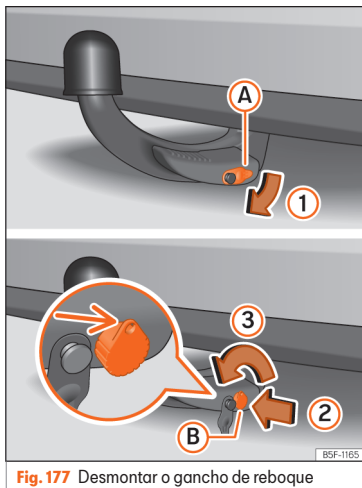

Fig. 177 Desmontar o gancho de reboque
- Retire a tampa (A) da fechadura (1) »» Fig. 177.
- Introduza a chave (B) na fechadura (2) »» Fig. 177.
- Rode a chave para a esquerda (3) apenas meia volta, até que o orifício da chave fique acima »» Fig. 177.